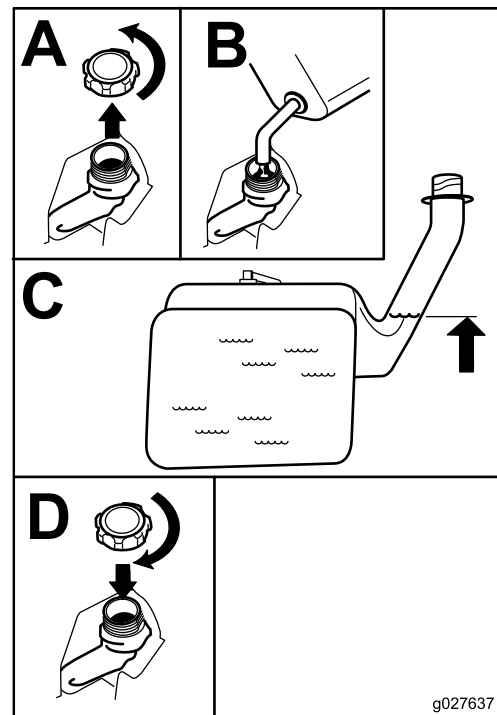

Figure 8
2. Versez **lentement** de l'essence sans plomb ordinaire jusqu'à ce que le niveau atteigne la base du goulot de remplissage (Figure 8).